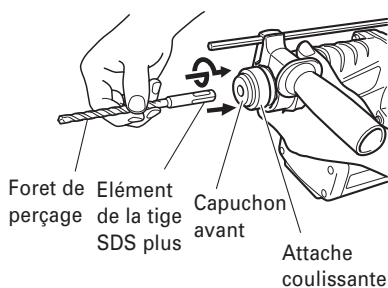
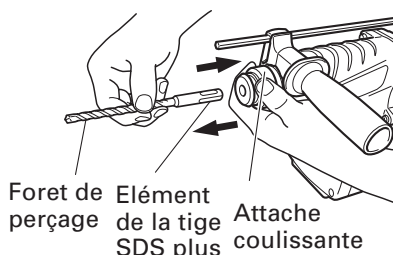

Fig. 7
Fig. 8
(2) Régler la poignée latérale à l'angle offrant la plus grande facilité d'utilisation, puis tourner la saisie de la poignée latérale à fond pour qu'elle se verrouille.
3. Montage du foret de perçage (Fig. 7)
(1) Nettoyer la section de la queue du foret de perçage.
(2) Insérer le foret de perçage en le tournant dans le porte-outil jusqu'à ce qu'il se verrouille en position. (Fig. 7)
(3) Vérifier que le foret est solidement fixé en tirant dessus.
(4) Pour retirer le foret de perçage, tirer complètement l'attache coulissante dans le sens de la flèche et sortir le foret. (Fig. 8)